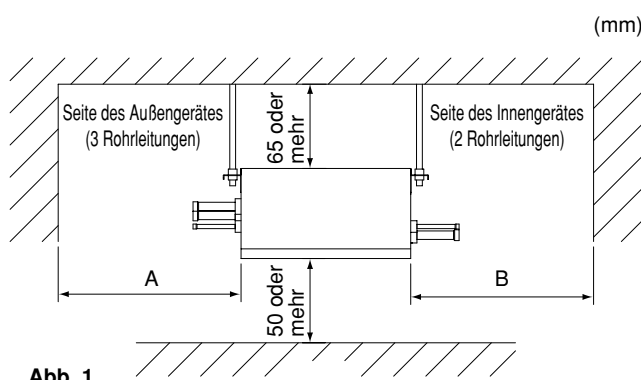

Abb. 1
- Wo ausreichender Platz für Installation und Wartung gewährleistet ist. **(Siehe Abb. 1)**